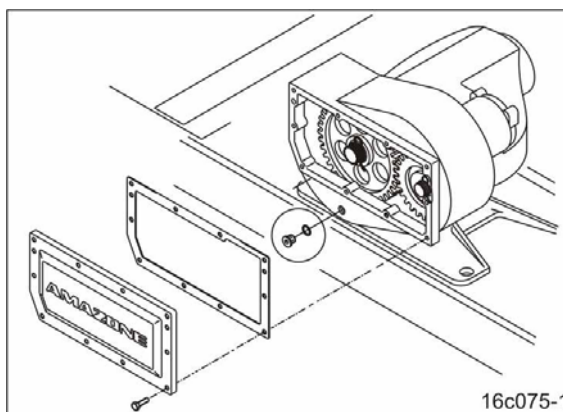

Fig. 158
7. Retirar los muelles de retención (Fig. 158/1).